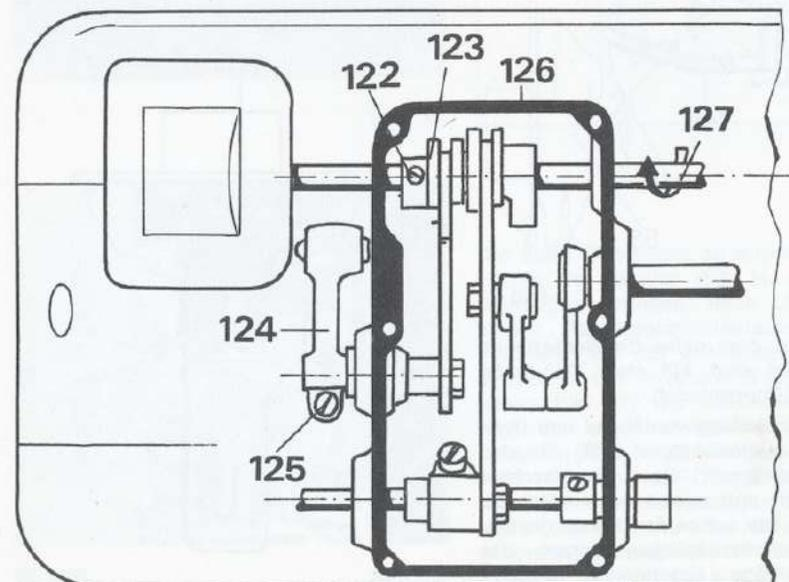

Bild 35
Schraube (125) (Bild 35) wenig lösen und den Transporteur durch Drehen des Hubhebels (124) auf den vorgeschriebenen Wert einstellen. Lehre No. 398 024 03.
### Einstellen (Bild 35).